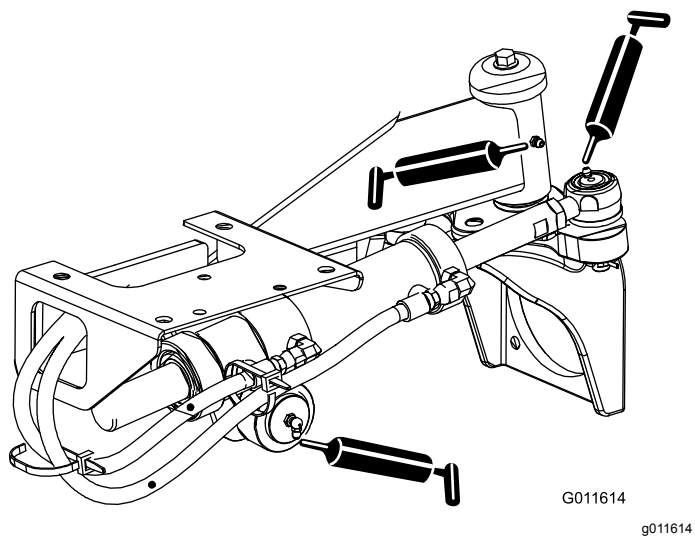

Bild 52
- Lenkzylinder-Kugelgelenke (2) und Hinterachse (1)—Bild 52